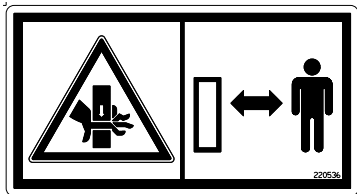

Fig. 2
**Avviso monitorio UH220536 (Fig. 2)**